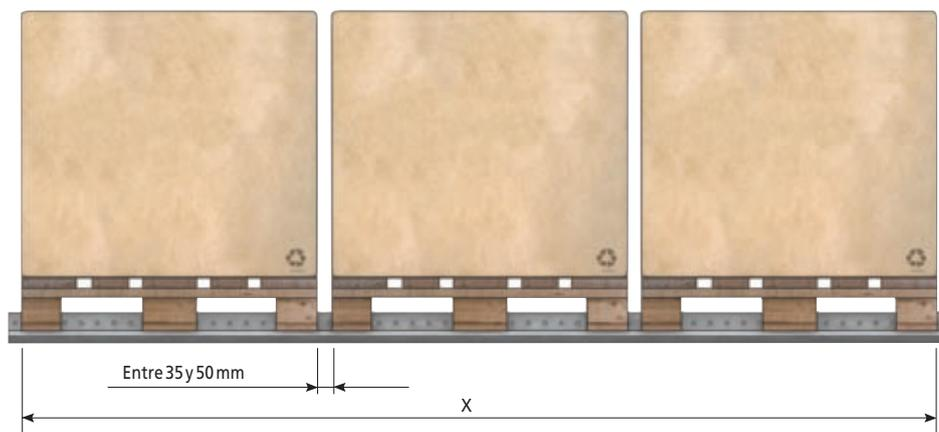

Figura 5
- X: suma del fondo de todas las paletas (se ha de contar la medida de la carga si ésta sobresale) más una holgura por posicionado, que varía de 35 a 50 mm por paleta, dependiendo del número de paletas (a mayor número se considera una holgura menor) (figura 5).
Para las holguras en profundidad se ha de utilizar el mismo criterio que con el carril GP-7 (figura 5).